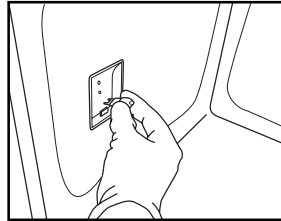

Fig. 6
4. Substitua a lâmpada (consulte a nota para ver o tipo de lâmpada) (Fig. 6).